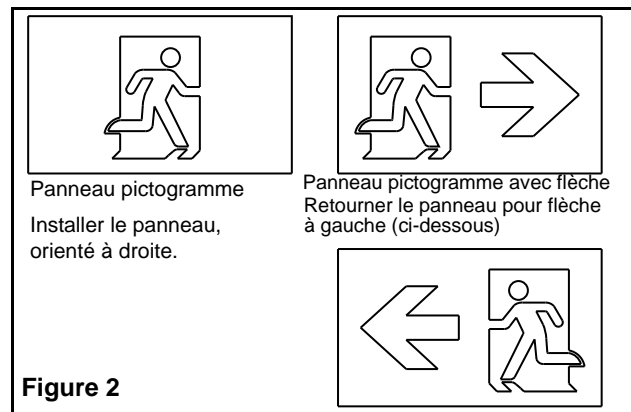

Figure 2
4. Installer le panneau pictogramme adéquat à l'intérieur de la plaque frontale, le haut du panneau dans la rainure de la plaque en premier, puis le bas du panneau dans le bas de la plaque frontale (voir Figure 2).